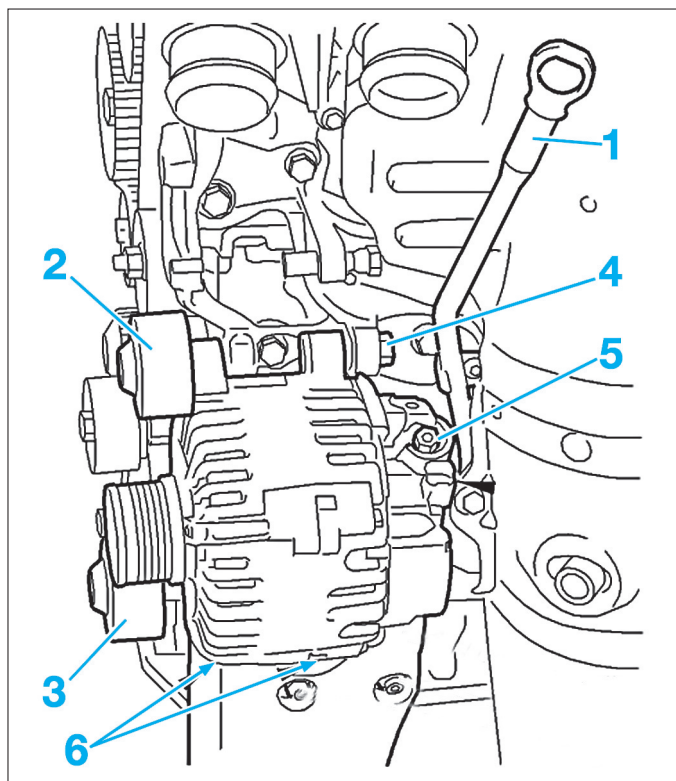

FIG. 10
- la jauge à huile (1) (Fig.10),
- le galet enrouleur (2),
- le galet enrouleur (3),
- la vis (4) (récupérer l'insert),
- l'écrou (5),
- les 2 vis (6).